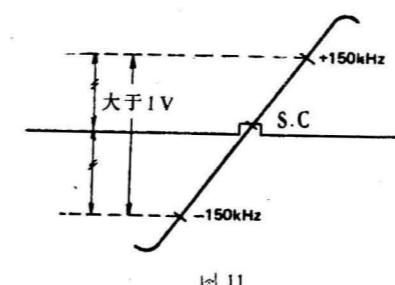

图 11
2. 调节 L 201, 使伴音载波 (S.C) 达到中心位置, 如图 11 所示。
3. 调节 L 201, 使达到最大幅度, 并且左右等高, 如图 11 所示。